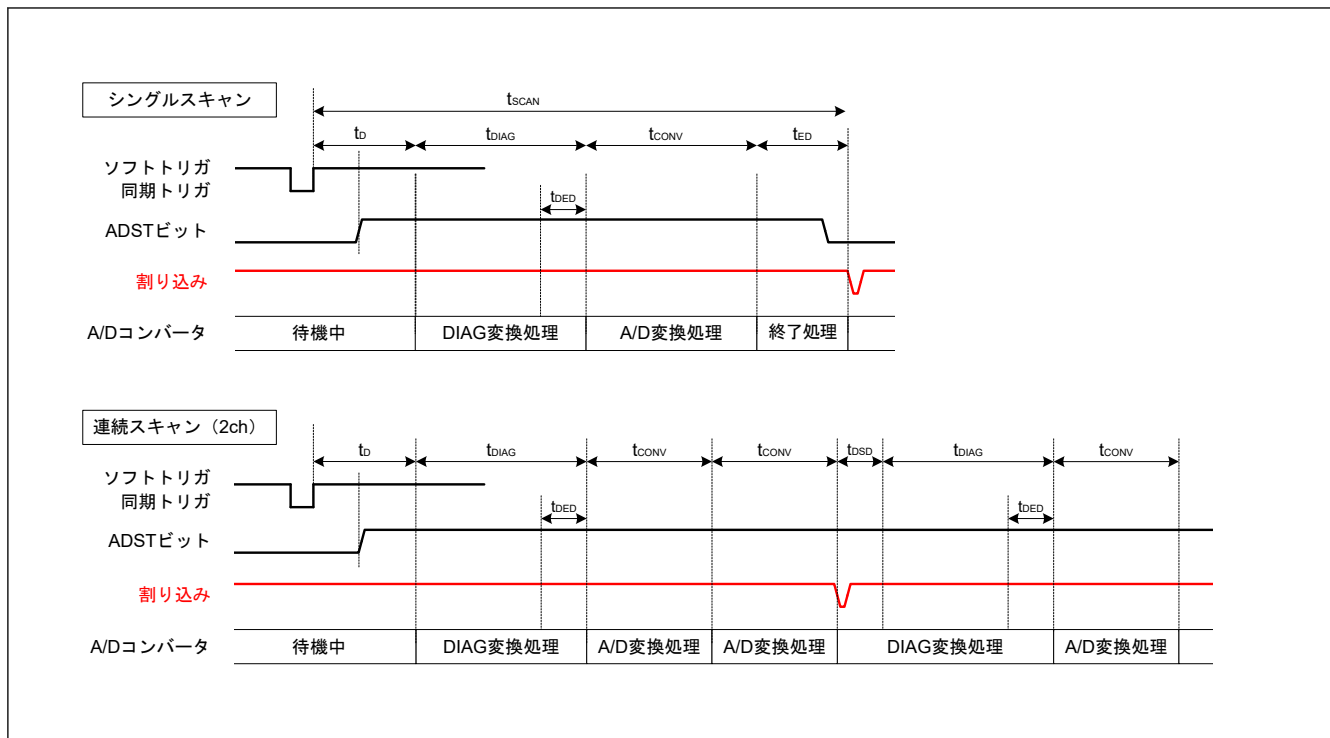
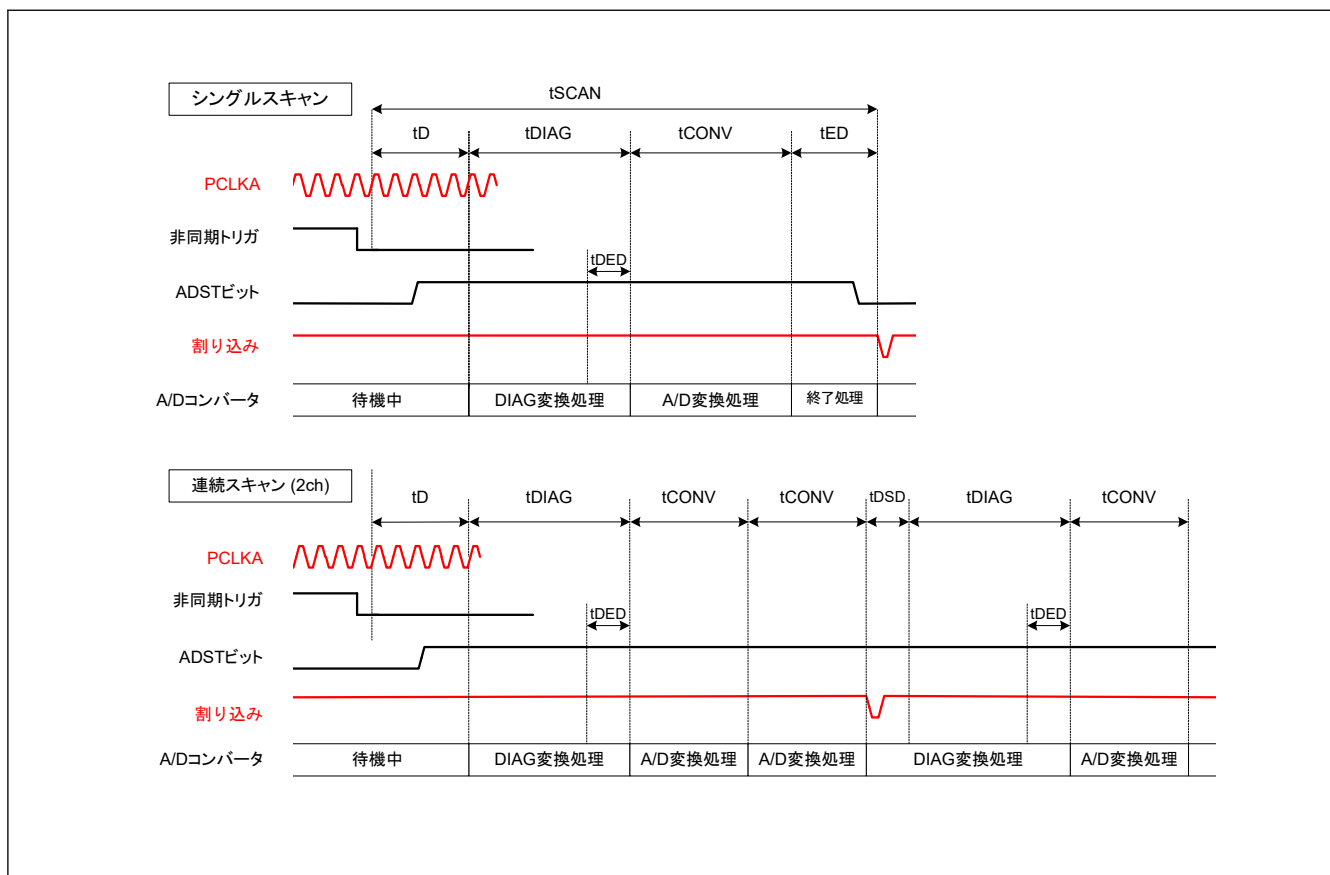

図 39.27 スキャン変換のタイミング (ソフトウェア起動または同期トリガ入力 (ELC) 起動の場合)
図 39.28 スキャン変換のタイミング (非同期トリガ入力 (ADTRG0) 起動の場合)
図 39.27 に、ソフトウェアトリガまたは同期トリガ (ELC) 起動によりスキャン変換を行う場合のタイミングを示します。また、図 39.28 に、非同期トリガ (ADTRG0) 起動によるスキャン変換を行う場合のタイミングを示します。スキャン変換時間 ( $t_{SCAN}$ ) はスキャン変換開始遅延時間 ( $t_D$ )、断線検出アシスト処理時間 ( $t_{DIS}$ )(注1)、自己診断変換時間 ( $t_{DIAG}$  および  $t_{DSD}$ )(注2)、A/D 変換処理時間 ( $t_{CONV}$ )、スキャン変換終了遅延時間 ( $t_{ED}$ ) を含めた時間となります。
- 注 1.  $t_D$ 、 $t_{SPLSH}$ 、 $t_{DIAG}$ 、 $t_{CONV}$ 、 $t_{ED}$  の各タイミングについては、図 39.27 および 図 39.28 を参照してください。